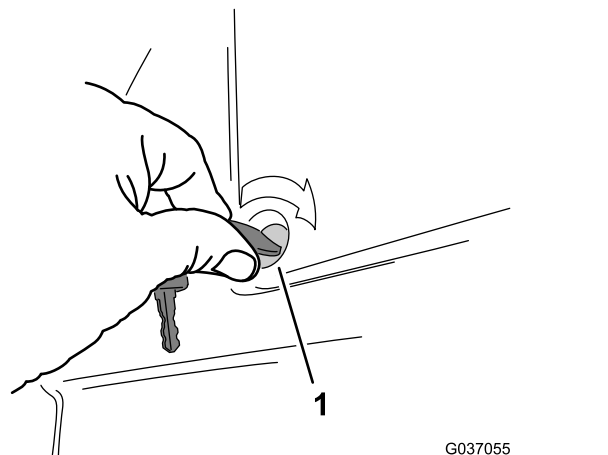

図 42
3. 90度回転ファスナ2個を右に90度回転させてカバーを運転台に固定する 図 42。